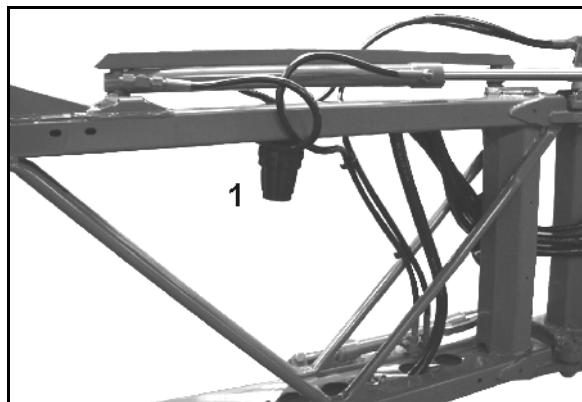

Рис. 197
2. При необходимости долейте масло при неработающем насосе (максимум до маркировки (Рис. 197/1).
5. Вращайте приводной вал пополам влево и вправо и медленно заливайте новое масло. Достаточное количество масла залито, когда масло становится видно на маркировке (Рис. 197/1).